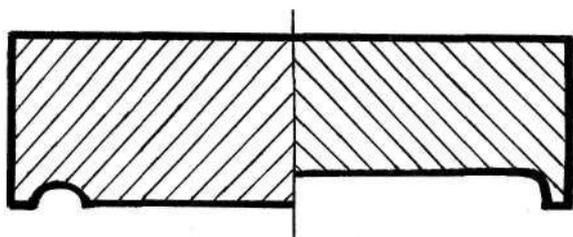

Рис. 1.56. Подготовка вставок под насечку, если инкрустируемый металл — жесткий
**Если инкрустируемый металл (насекаемый элемент) жесткий** (то есть любой пробы ниже 999.9), то имеются два способа подготовки нижней плоскости этой заготовки для более качественной установки по месту. Контур заготовки следует пройти болштихелем (рис. 1.56). Это позволит всекаемому металлу более легко войти в замок.